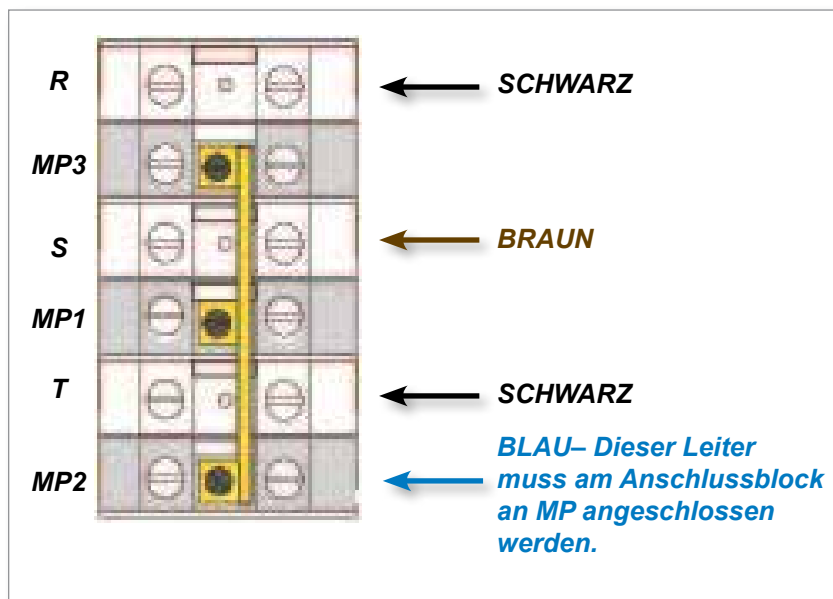

Figure 9-1 Nullleiter anschließen – Position durch blauen Pfeil gekennzeichnet
1. Schließen Sie den (blauen) Nullleiter an die Klemme unten rechts an. Siehe Figure 9-1.